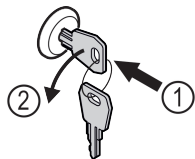

Fig. 124
- ▶ Introduceți cheia prin apăsare. Fig. 124 (1)
- ▶ Rotiți cheia cu 90° în sens invers acelor de ceasornic. Fig. 124 (2)